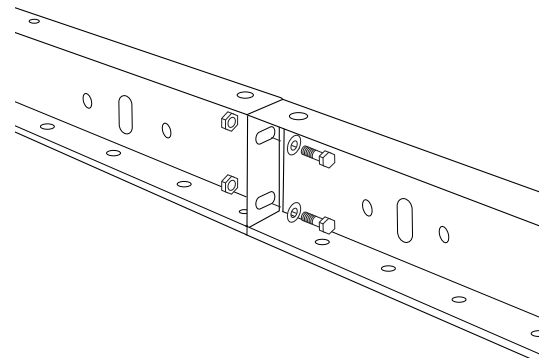

Figure 5
2. Fixez les boulons à travers les extrémités des deux cadres de convoyeur, utilisant les mêmes trous qu'à leur livraison. (Voir Figure 5)